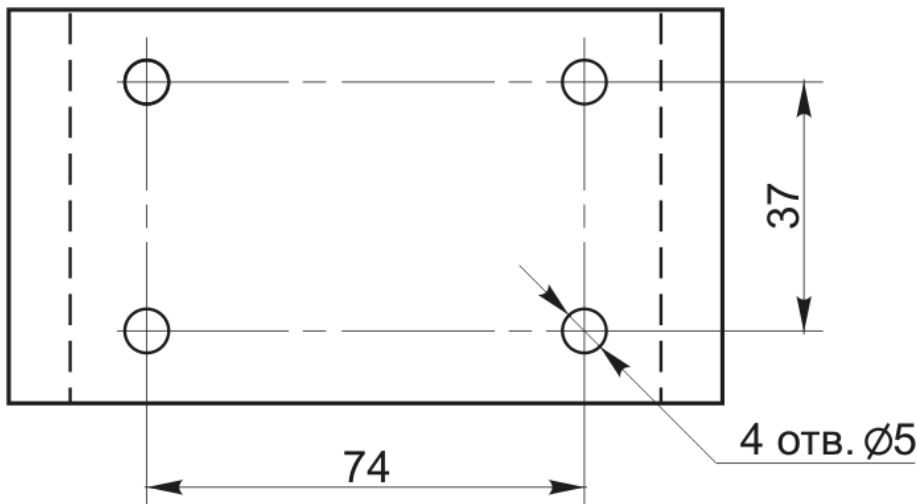

Рис. 3. Крепёжная площадка МПП «Гарант-7»вз
6.3. Закрепить крепёжную площадку модуля в соответствии с определенными местами (по п. 6.2) и разметкой отверстий (рис. 3).